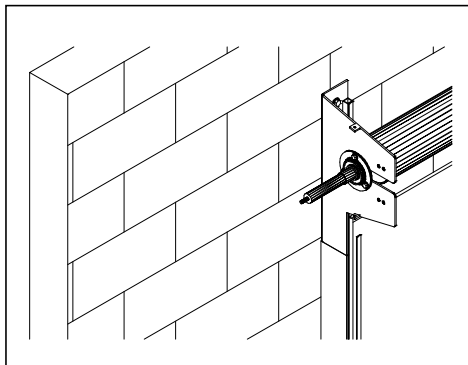

Figura 20
*NOTA: Colocar o **rolamento** do eixo com o lado onde se encaixa o colar de travamento por fora. (Veja Figura 20).*